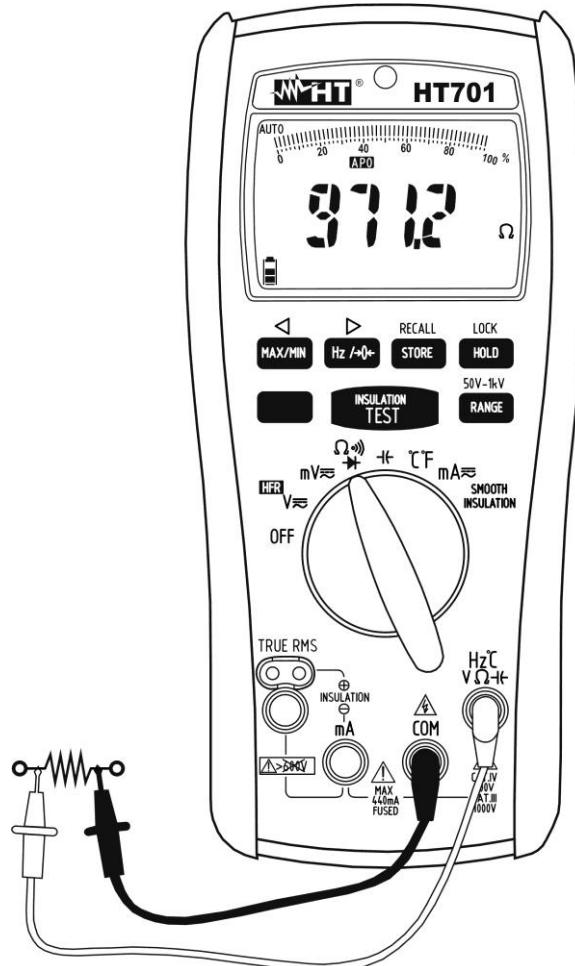

Fig. 6: Uso do instrumento para medir Resistências e Teste de Continuidade
3. Inserir o cabo vermelho no terminal de entrada **HzCVΩ** e o cabo preto no terminal de entrada **COM** (consultar a Fig. 6).